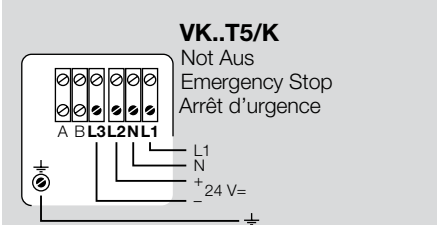

Fig. 5
- mit 24 V= Haltespannung, VK..T5/K (Option) (Fig. 5)
- with 24 V DC holding voltage, VK..T5/K (option) (Fig. 5)
- avec tension de maintien 24 V=, VK..T5/K (option) (Fig. 5)